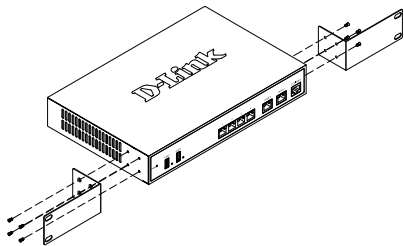

Figura 3. Acople los soportes de montaje en estante
1. Acople los soportes de montaje a cada lado del chasis, como se muestra en la figura 3 y fíjelos con los tornillos suministrados.